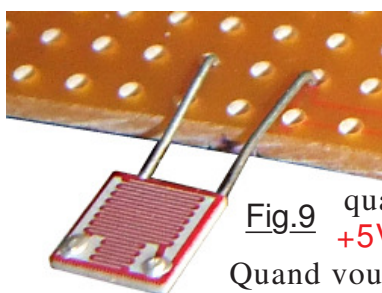
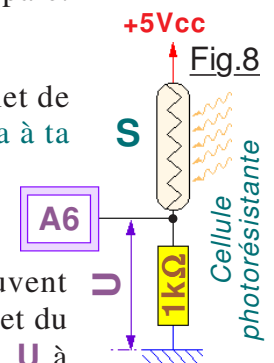

Fig.9
Fig.8
**S**congreneueu balivernique, avec un tel dispositif on se propulse au sommet de la technologie du futur, nom d'une sonde martienne ! Pour frimer tu sors ça à ta réunion ministérielle et tout le monde te vote les crédits que tu voulais pour le projet JEKERT ! En effet, sous ce nom technologico-scientifique se cache un composant ultra compliqué assorti à un schéma d'utilisation démentiel. La Fig.8 dévoile l'électronique ultra secrète que seuls les électroniciens les plus avertis peuvent comprendre. Un simple diviseur de tension constitué d'une résistance fixe de  $1k\Omega$  et du capteur **S** sensible à la lumière constitué d'une **photorésistance** soumet la tension **U** à l'entrée analogique **A6**. Ce type de composant montré sur la Fig.9 est disponible à profusion sur Internet à des prix de vente dérisoires. Peu importe ses caractéristiques précises, car dans l'optique d'une approche résolument simple, la sonde se contentera de retourner la valeur numérisée sur l'entrée analogique **A6**. Pour minimiser le code généré par le compilateur, des formules complexes transposant la valeur entière en donnée exprimée dans les unités du système S.I. ont été écartées. Ce type de cellule photoélectrique voit sa résistance électrique diminuer quand la quantité de lumière reçue augmente. Ainsi placée dans la branche **+5Vcc / GND** la tension mesurée **U** variera dans le sens de l'énergie reçue. Quand vous approvisionnez le composant photorésistant, tout modèle **Page 8**